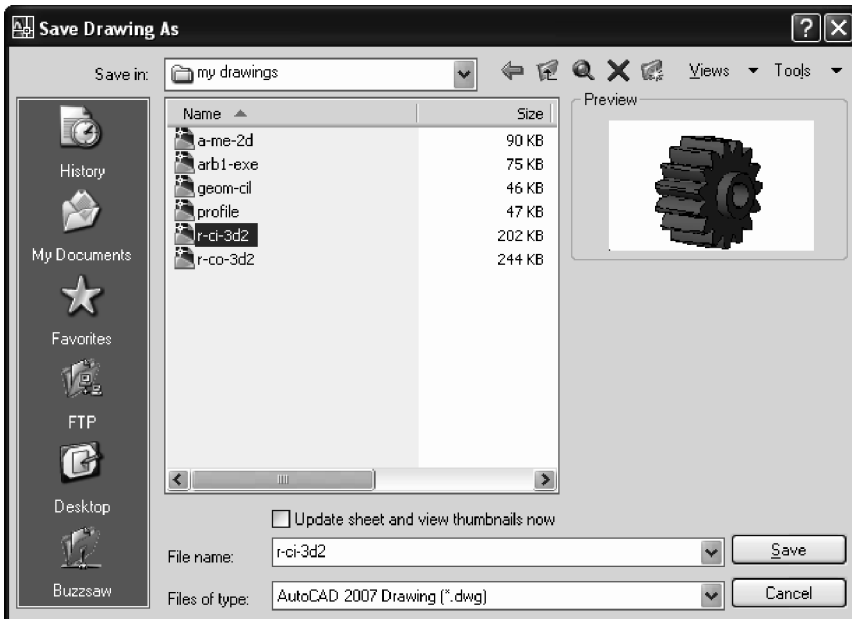

Fig. 4.23 Fereastra de dialog **Save Drawing As**
1. Tastarea în linia de comandă sau selectarea din meniul **File** al comenzii **Save As** – acțiunea are ca efect apariția ferestrei de dialog **Save Drawing As** din Fig. 4.23. Fereastra de dialog **Save Drawing As** oferă mai multe facilități, printre care: